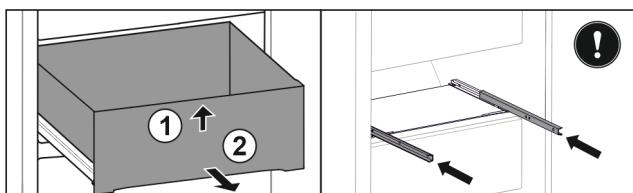

Fig. 134
- Nadvihnite zásuvku vpred. Fig. 134 (1)
- Odoberte zásuvku dopredu. Fig. 134 (2)